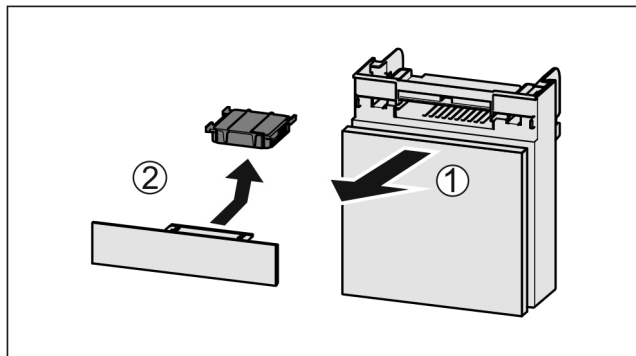

Fig. 45
- ▶ Издърпайте Fig. 45 (1) напред от отделениято.
- ▶ Извадете Fig. 45 (2) филтъра с активен въглен.